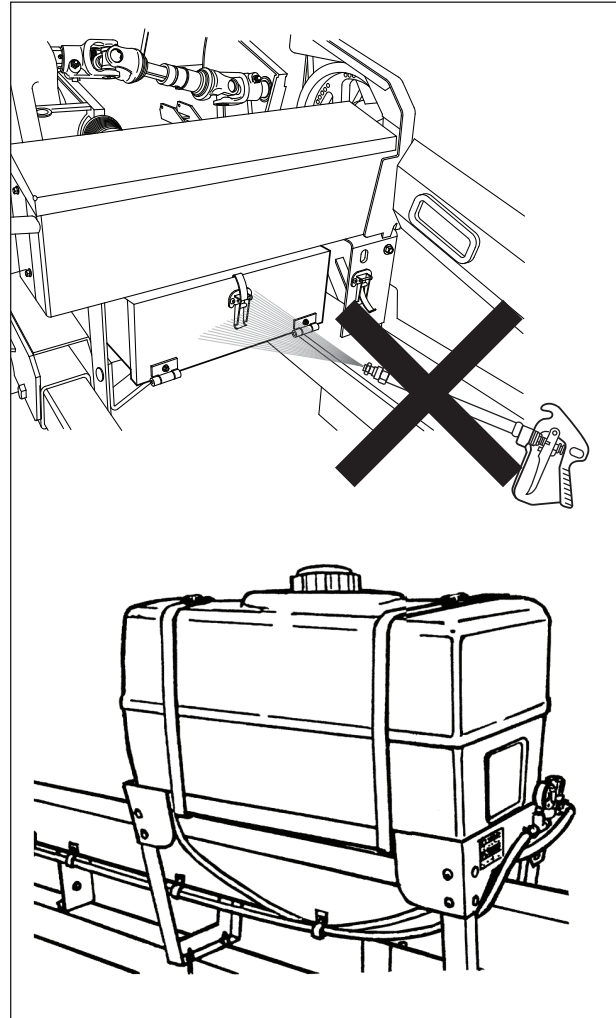

Figure 187 Boîte du détecteur de métal et système d'incorporation de liquide
**NOTE :** Ne pas laver sous pression la boîte du détecteur de métal et/ou les roulements sur la Fourragère ou l'attache (figure 187).
9. **À la fin de la saison, vidanger le système d'incorporation de liquide à l'aide d'antigel (figure 187);**